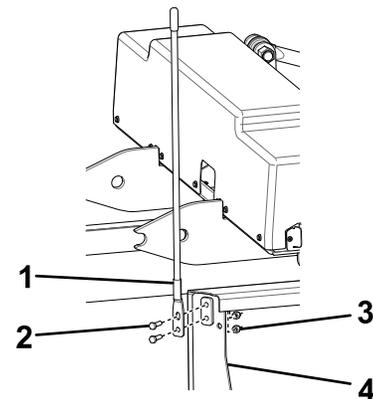

Figura 12
1. Conecte las guías de la pala a la pala lateral con 4 pernos (5/16" x 1") y contratuercas (Figura 12).